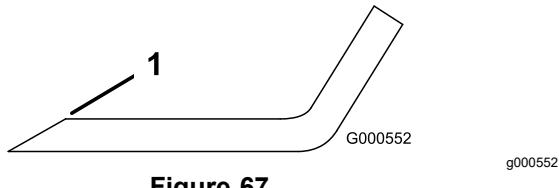

Figure 67
1. Au moyen d'une lime, aiguisez les tranchants aux deux extrémités de la lame (Figure 67).
Remarque: Si la lame est déséquilibrée, limez un peu l'extrémité de l'ailette seulement (Figure 67).